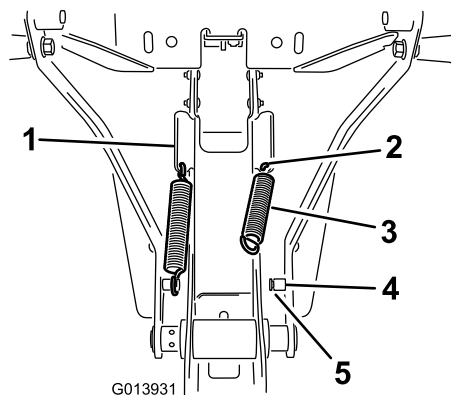

Рисунок 10
1. Установите пружину в отверстие в нижнем конце углового выступа в боковой части рамы в сборе (Рисунок 10).
2. Закрепите один конец пружины в отверстии, а другой конец – в стойке пружины (Рисунок 10).
3. Убедитесь, что конец пружины правильно установлен в канавку в стойке (Рисунок 10).